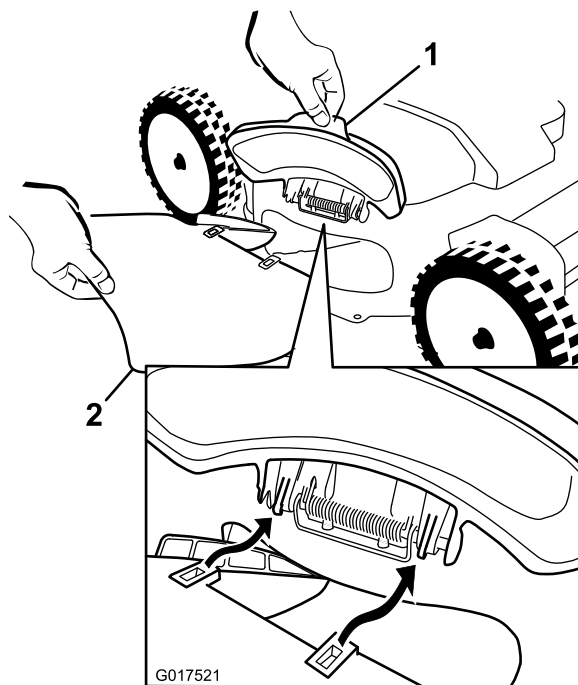
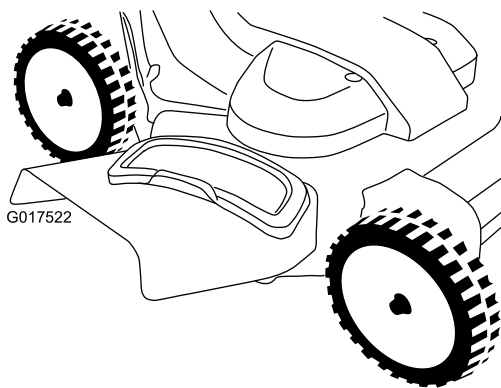

Figure 28
Figure 29
1. Soulevez et ouvrez le volet d'éjection latérale (Figure 28).
2. Montez la goulotte d'éjection latérale comme montré à la Figure 28 et la Figure 29, puis fermez le volet sur la goulotte.